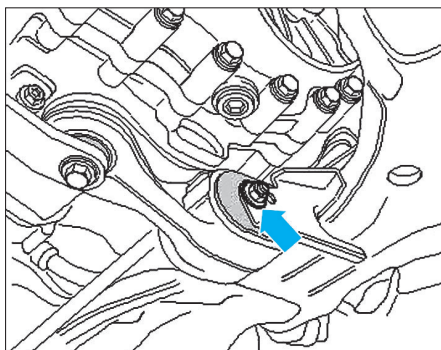

Fig. 18
- Dévisser le tirant d'antibasculement du berceau (flèche) (Fig.18).